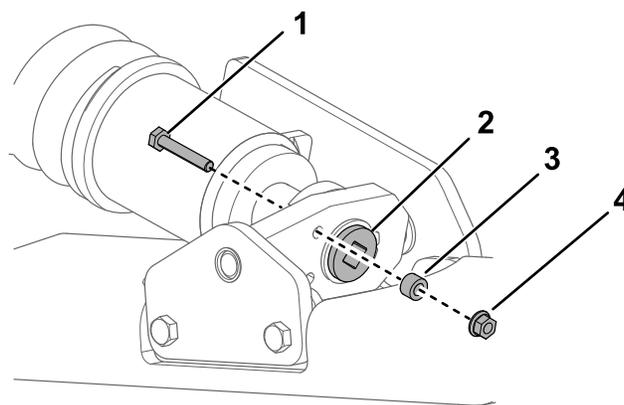
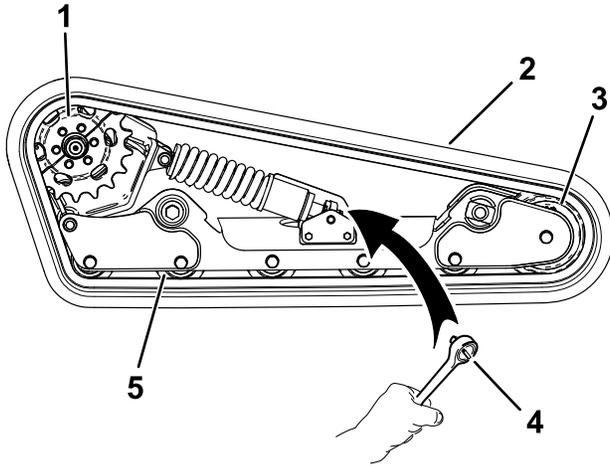

Figura 57
Figura 61
4. Retire el perno de bloqueo, el espaciador y la tuerca (Figura 57).
6. Alinee la muesca más próxima del tornillo tensor con el orificio del perno de bloqueo, y fije el tornillo con el perno de bloqueo y la tuerca (Figura 57).
7. Retire el perno de bloqueo, el espaciador y la tuerca (Figura 57).
8. Usando una llave de carraca de ½", alivie la tensión en la oruga girando el tornillo tensor en sentido horario (Figura 57 y Figura 61).
9. Retire los 3 pernos que sujetan la mitad del piñón que no está engranada con la oruga (Figura 61).
14. Pase la oruga nueva alrededor de la rueda delantera, luego alrededor del cubo de transmisión en el lado que no tiene piñón (Figura 61).
15. Empuje la oruga por debajo de y entre las ruedas de rodaje y colóquela alrededor del bastidor (Figura 61).